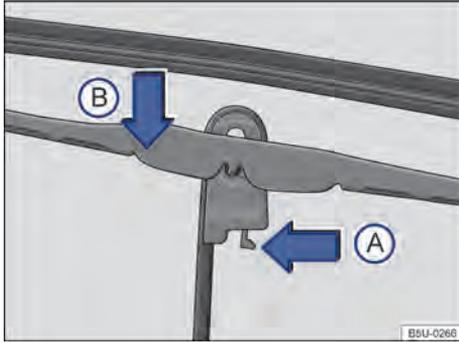

Fig. 174 Sustituir las escobillas de los limpiaparabrisas.
- Colocar la escobilla en posición perpendicular con respecto al brazo → **fig. 174**.
- Apretar el pestillo de seguridad en el sentido de la flecha (A).
- Desenganchar la escobilla en el sentido de la flecha (B), mover en el sentido opuesto al brazo del limpiaparabrisas y retirar en el sentido opuesto al de la flecha (B).